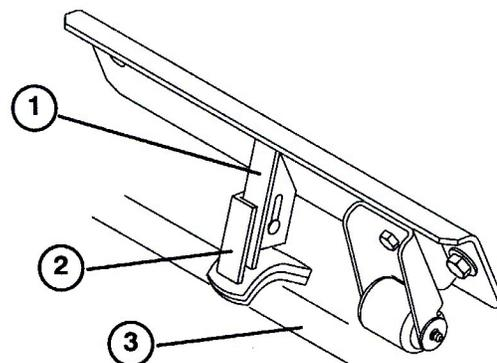

図13
2. 前中央のユニットのスタビライザをサドルに固定しているキャリッジ・ボルトとナットをゆるめる。(図13)